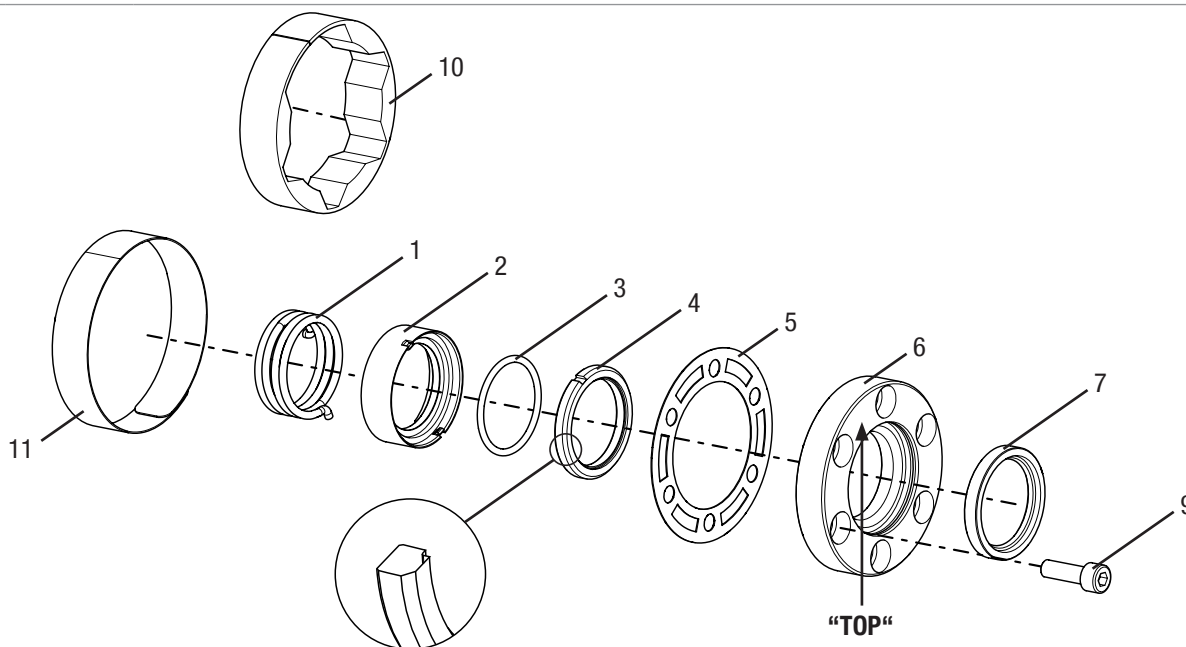
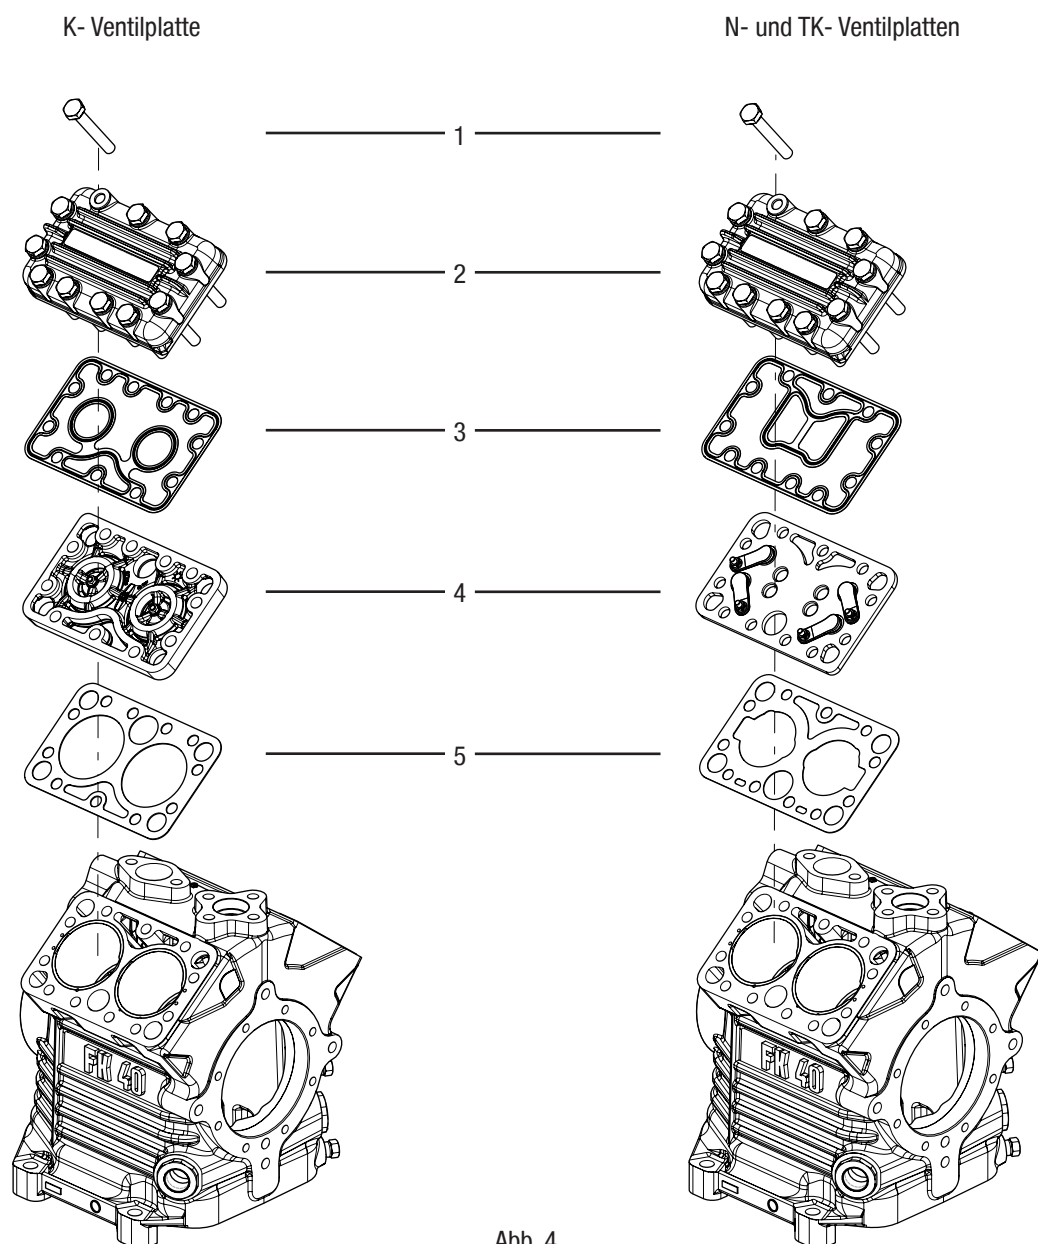
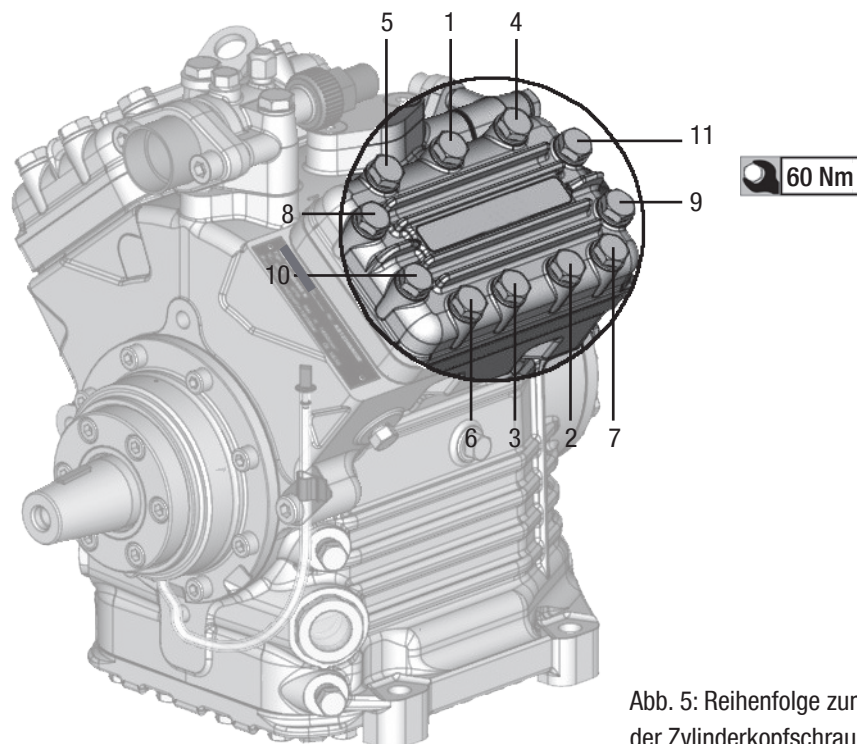

Abb. 1
Abb. 4
Abb. 5: Reihenfolge zum Festziehen der Zylinderkopfschrauben
**Ausbau** (siehe Abb. 4, S. 21):
- Schrauben (1) vom Zylinderdeckel (2) lösen und Zylinderdeckel (2) mit Ventilplatte (4) demontieren.
**Einbau** (siehe Abb. 4, S. 21):
- Untere Ventilplattendichtung (5) mit Öl benetzen, obere Ventilplattendichtung (3) (Metalldichtung) trocken einbauen.
- Auf richtige Einbaulage der Dichtungen (3, 5), der Ventilplatte (4) und des Zylinderdeckels (2) achten.
**ACHTUNG** K- Ventilplatte (Art.-Nr. 80010) nur mit Bezeichnung "TOP" nach oben montieren (siehe Abb. 1, S. 18).
- Zylinderkopfschrauben (Pos. 1 in Abb. 4, S. 21) gemäß Abb. 5 in der dargestellten Reihenfolge anziehen!
- Zur Aufnahme des Magnets der Elektromagnetkupplung besitzt der vordere Lagerflansch einen Passsitz  $\varnothing 148 \text{ h8}$  (siehe Abb. 1).
- Für die Montage des Magnets (1) (siehe Seite 24 Abb. 3) 4 Zylinderschrauben M8x25 (2) (siehe Seite 24 Abb. 3) am Lagerflansch lösen (siehe Kreise, Abb. 1, S. 23 und Abb. 2, S. 23).